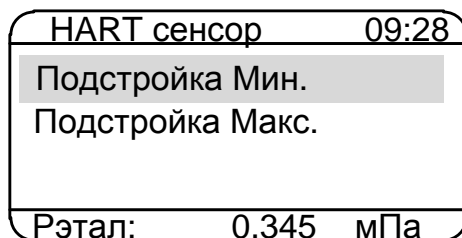

Рисунок 2.35
2.6.5.7.7 Выбор пункта «Подстройка сенсора» и нажатие кнопки «» приводит к появлению на дисплее КДМ-020 подменю *HART сенсор* (см. рисунок 2.35), содержащее следующие пункты: